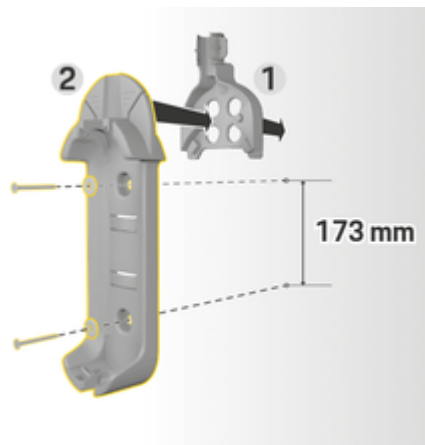

Fig. 350 Dimensiuni de găurire
3. Apăsați suportul de perete de bază 2 (Fig. 350) în ghidajul cablului 1 (Fig. 350) din față.